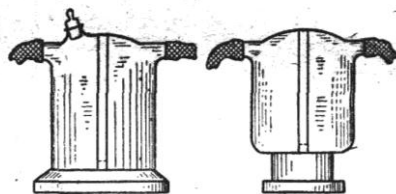

**Рис.16. Краплевловлювачі: а) з прямою трубкою, б) з відвідною трубкою під кутом 60°; в) з відвідною трубкою під кутом 100°; г) те саме, що б), але без шліфа**
**Краплевловлювачі.** Для вловлювання крапель, що несуться парами рідини при перегонці, використовують скляні краплевловлювачі (рис.16). При перегонці рідин краплевловлювач нижнім кінцем приєднують до колби з киплячою рідиною, а верхнім — до холодильника.